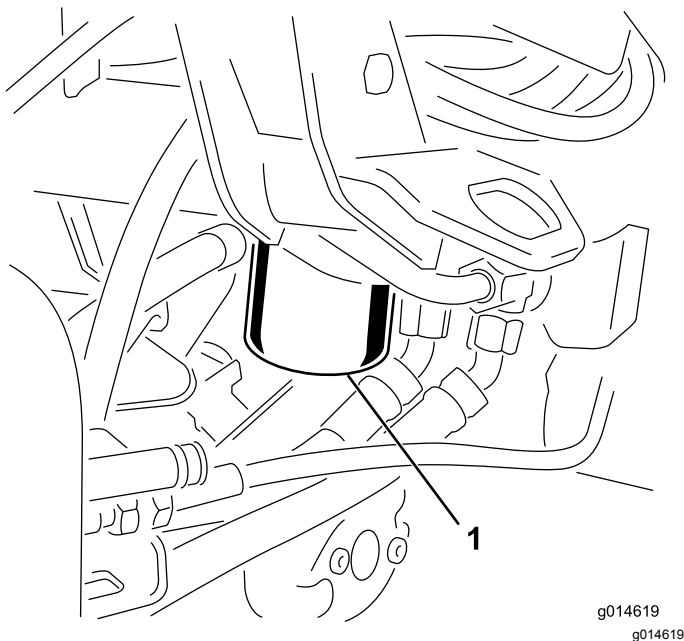

Figura 36
1. Pulite la superficie circostante il filtro (Figura 36). Collocate una bacinella di spurgo sotto il filtro e togliete il filtro.